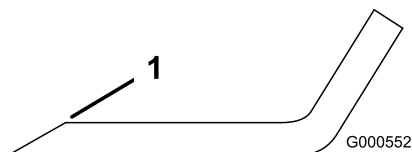
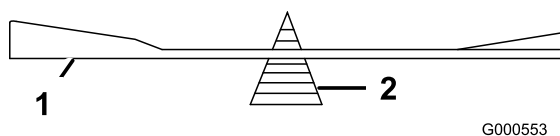

Figure 46
Figure 47
1. Au moyen d'une lime, aiguiser les tranchants aux deux extrémités de la lame (Figure 46). Veillez à conserver
2. Vérifiez l'équilibre de la lame en la plaçant sur un équilibreur (Figure 47). Si la lame reste horizontale, elle est équilibrée et peut être utilisée. Si la lame est déséquilibrée, limez un peu l'extrémité de la partie relevée seulement (Figure 46). Répétez cette procédure jusqu'à ce que la lame soit équilibrée.